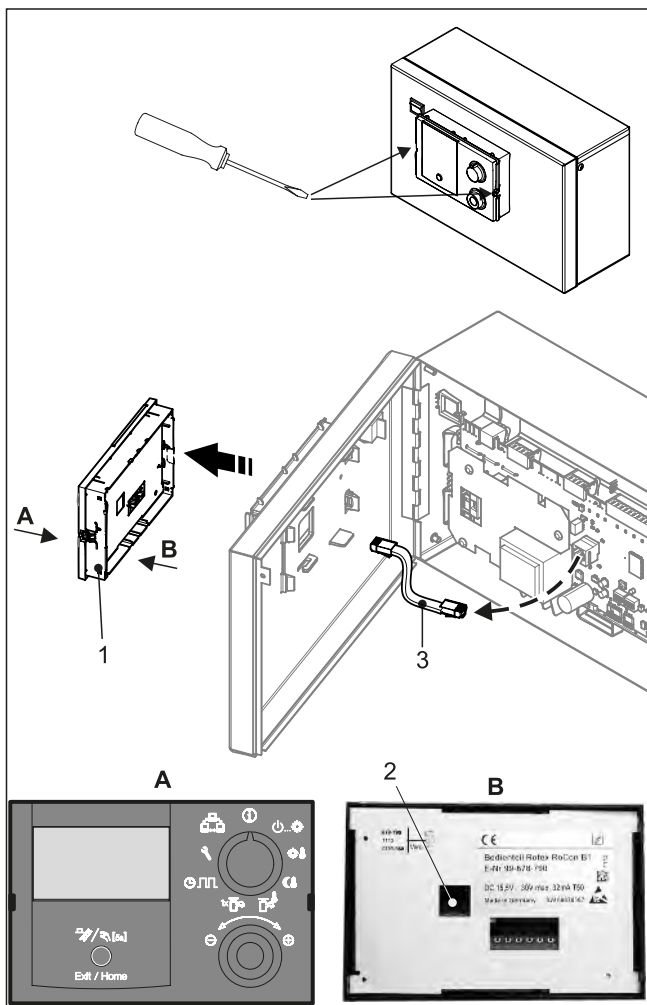

Bild 6-2 Bedienteil aus-/einbauen
- 2 Rastnasen durch leichtes Einschieben eines kleinen Flachschraubendrehers an einer Seite des Bedienteils entriegeln (Bild 6-2, Pos. 1) und Bedienteil nach vorn herausziehen.
- 3 Zum vollständigen Ausbau, das Kommunikationskabel (Bild 6-2, Pos. 3) auf der Schaltplatine und der Rückseite des Bedienteils ausstecken.